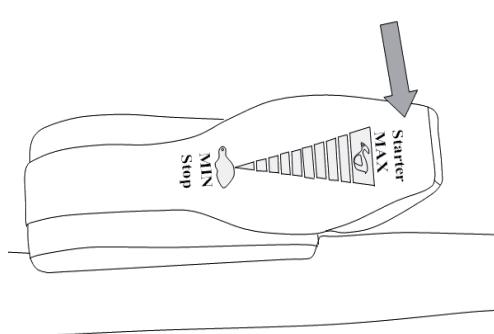

Bild 11
1. Bringen Sie den Gashebel in die Stellung „MAX“ (Bild 11).